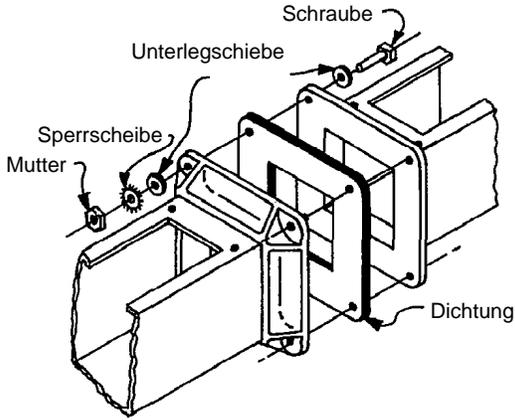
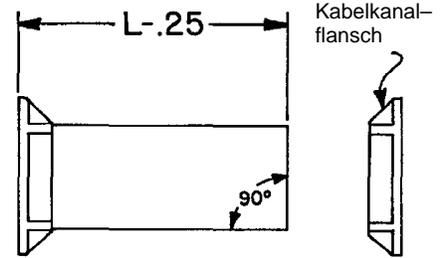
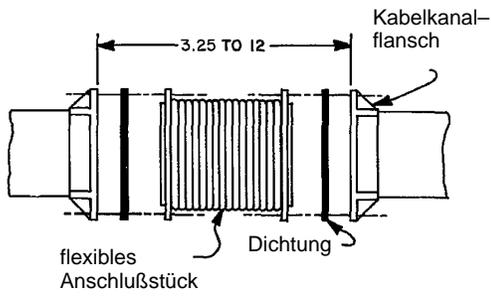
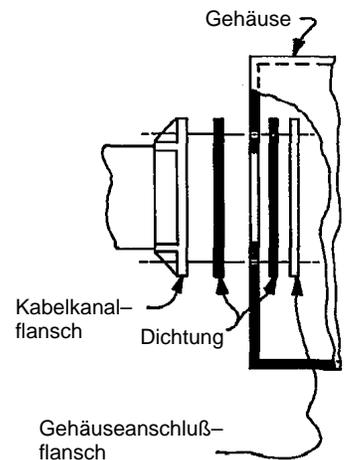

Abb. 1
Abb. 2
Abb. 3
Abb. 5
- A. Um die meisten Kabelkanäle zu montieren wird zuerst die Flanschdichtung zwischen den Kanalflanschen angebracht. Dann werden die Flansche mit Schrauben, Unterlegscheiben und Muttern, wie in Abb. 1 gezeigt, verbunden.
- A. Bestimmen Sie zuerst die Flanschlänge L. Die minimale Länge ist 2.5"; die maximale Länge ist 24". Schneiden Sie den Kabelkanal auf die Länge L-0.25", wie in Abb. 2 gezeigt, zu. Achten Sie darauf, daß der Kanal gerade abgeschnitten wird. Glätten Sie alle Oberflächen, die zusammengefügt werden soll, sorgfältig und kleben Sie den Kabelkanalflansch mit dem mitgelieferten Epoxydharzkleber an den Kanal. Folgen Sie den Anweisungen, die dem Kleber beigelegt wurden um eine gute Klebestelle zu erhalten. Sie können nun das verkürzte Kanalstück an andere Kabelkanäle wie in Abb. 1 gezeigt anbringen.
- A. Das flexible Anschlußstück kann für Längenabweichungen von 3.25" bis 12" verwendet werden. Montieren Sie das Anschlußstück wie in Abb. 3 gezeigt. Befestigen Sie das Anschlußstück mit den Schrauben am Kabelkanalflansch (Abb. 1).
- A. Montieren Sie die Dichtung wie in Abb. 4 gezeigt zwischen den Kabelkanalflansch und der Abschlußplatte. Verbinden Sie die beiden Teile mit den Schrauben (Abb. 1).
- A. Bestimmen Sie die Stelle, an der der Kabelkanal in das Gehäuse eintreten soll. Für den Kabelkanalflansch muß eine flache Oberfläche vorhanden sein. Fertigen Sie eine Öffnung und bohren Sie Löcher wie in Abb. 5 gezeigt. Bringen Sie den Gehäuseanschluß und eine Flanschdichtung im Inneren des Gehäuses an (Abb. 5). Bringen Sie eine weitere Flanschdichtung zwischen dem Kabelkanal und der Außenseite des Gehäuses an. Verschrauben Sie nun die Teile mit den Schrauben, wie in Abb. 1 gezeigt.